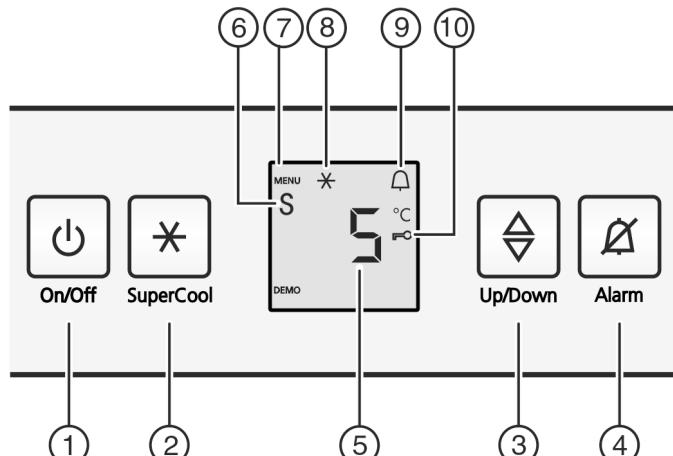

Fig. 2
- Нажать кнопку On/Off Fig. 2 (1).
- Активация режима настройки: удерживайте кнопку SuperCool Fig. 2 (2) прим. 5 с.
- Символ меню Fig. 2 (7) горит.
- С помощью клавиши настройки Fig. 2 (3) выберите **c**.
- Коротко нажмите кнопку SuperCool Fig. 2 (2) для подтверждения.
- Для включения защиты от детей коротко нажмите клавишу SuperCool Fig. 2 (2).
- Символ "Защита от детей" Fig. 2 (10) горит. На индикации мигает **c**.
- Для выключения защиты от детей коротко нажмите клавишу SuperCool Fig. 2 (2).
- Символ защиты от детей Fig. 2 (10) гаснет. На индикации мигает **c**.
- Выход из режима настройки: нажмите кнопку On/Off Fig. 2 (1).
- Нажмите кнопку Alarm Fig. 2 (4).
- Светится символ Меню Fig. 2 (7).
- Чтобы вызвать функцию режима Sabbath: нажмите и сразу отпустите кнопку SuperCool Fig. 2 (2).
- Для включения режима Sabbath нажмите и отпустите кнопку SuperFrost Fig. 2 (2).
- Для выключения режима Sabbath нажмите и отпустите кнопку SuperFrost Fig. 2 (2).
- Выход из режима настройки: Нажать кнопку On/Off Fig. 2 (1).
► На индикаторе температуры показывается символ режим Sabbath Fig. 2 (6) до тех пор, пока активен режим Sabbath.